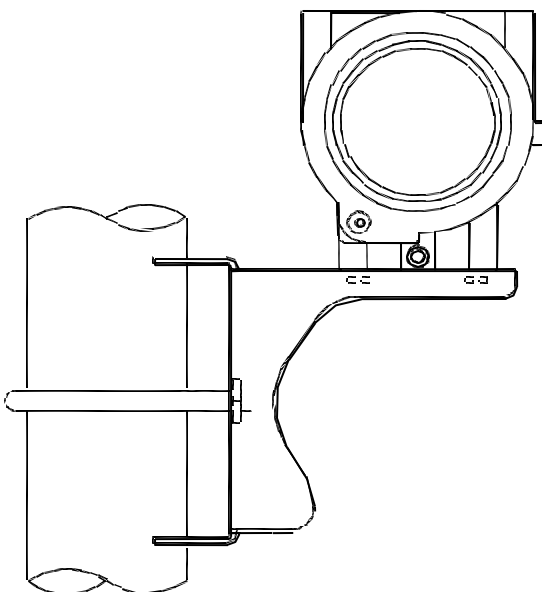
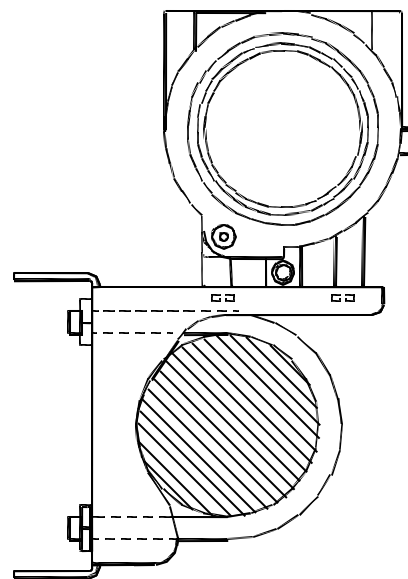

图 2.3 弯支架管装 1
图 2.4 弯支架管装 2
**弯支架管装**的典型安装方式如图 2.3、图 2.4 所示。用所提供的 4 个螺栓将变送器固定于管装弯支架上，再通过 U 型螺栓将管装弯支架固定于  $\Phi 50\text{mm}$  左右的水平管上。